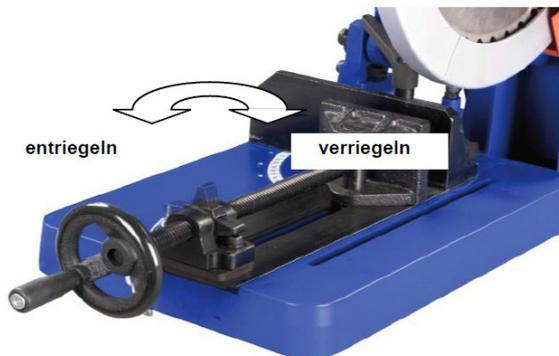

Abb. 8: Spannvorrichtung
Schritt 2: Betätigen Sie den Lösehebel, um die Mutter von der Gewindestange zu lösen (Abb. 8).